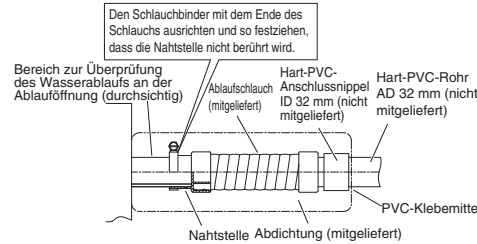

Abb. 3-24
Hierbei einen Spalt zwischen Ablauf-Anschlussstutzen und PVC-Rohr lassen, um eine Prüfung des Abflusses zu ermöglichen. Das Schauglas an der Ablauföffnung gestattet die Kontrolle des Abflusses. (Abb. 3-24)
- Das Ablassrohr einschieben, bis dieses auf dem Anschlussnippel aufsitzt, wie in Abb. 3-24 gezeigt; danach das Rohr mit der Schlauchschelle gut befestigen.
- Die Schlauchschellen beim Festziehen so positionieren, dass die Sicherungsmutter nach oben weisen. (Abb. 3-24)